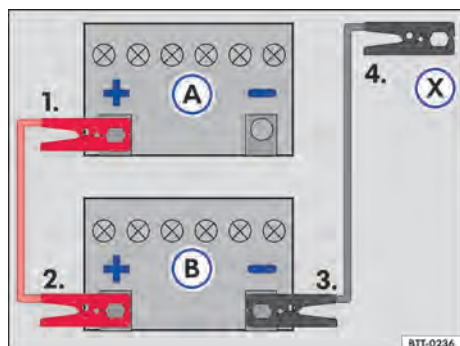

Fig. 119 Esquema para a conexão dos cabos auxiliares de partida: bateria descarregada (A) e bateria fornecedora de corrente (B).
- Conectar uma extremidade do cabo auxiliar de partida *vermelho* ao polo positivo do veículo com a bateria do veículo descarregada (A) → .
- Conectar a outra extremidade do cabo auxiliar de partida *vermelho* ao polo positivo da bateria do veículo fornecedora de corrente (B).
- Conectar uma extremidade do cabo de auxílio na partida *preto* ao polo negativo da bateria do veículo fornecedora de corrente (B) → Fig. 119.
- Conectar a outra extremidade do cabo auxiliar de partida *preto* (X) no veículo com a bateria do veículo descarregada em uma peça maciça de metal aparafusada firmemente ao bloco do motor ou no próprio bloco do motor - porém não nas proximidades da bateria (A) → .